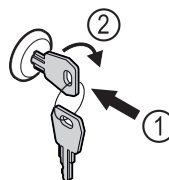

Fig. 104
- ▶ Włożyć kluczyk Fig. 104 (1).
- ▶ Przekręcić kluczyk o 90° w prawo Fig. 104 (2).